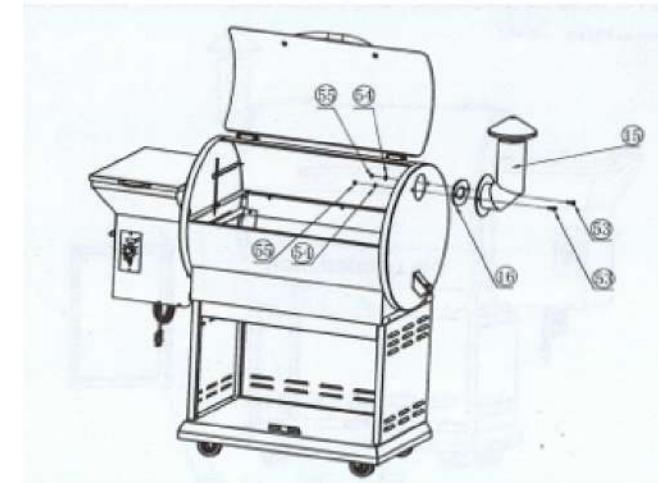

Рисунок 8
Совместите отверстия в дымоходе (15) с отверстиями в прокладке дымохода (16), которая должна располагаться между правой стороной гриля и дымоходом (16). Просуньте $\frac{1}{4}$ -20*1/2 (М6х20) винты с шестигранной головкой (53) сквозь отверстия дымохода (15) и отверстия прокладки (16). Вставьте болты в отверстия на правой стороне гриля, наденьте на них шайбы 18x6,5x2 (54) и зафиксируйте болты гайками $\frac{1}{4}$ -20 (M6) (55) согласно рис. 8.